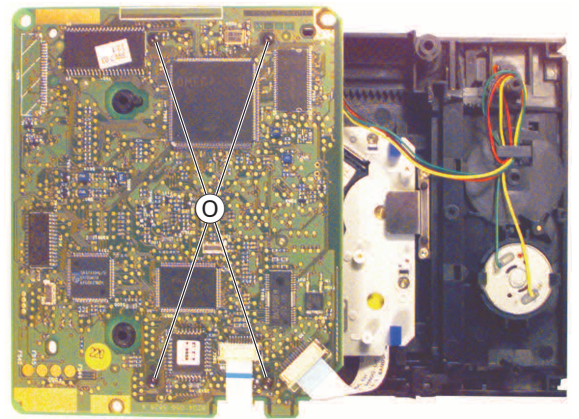

Fig. 6
- 4 Schrauben **O** (Fig. 6) herausdrehen und DVD-Monoboard abnehmen.
- Undo 4 screws **O** (Fig. 6) and remove the DVD-Monoboard.